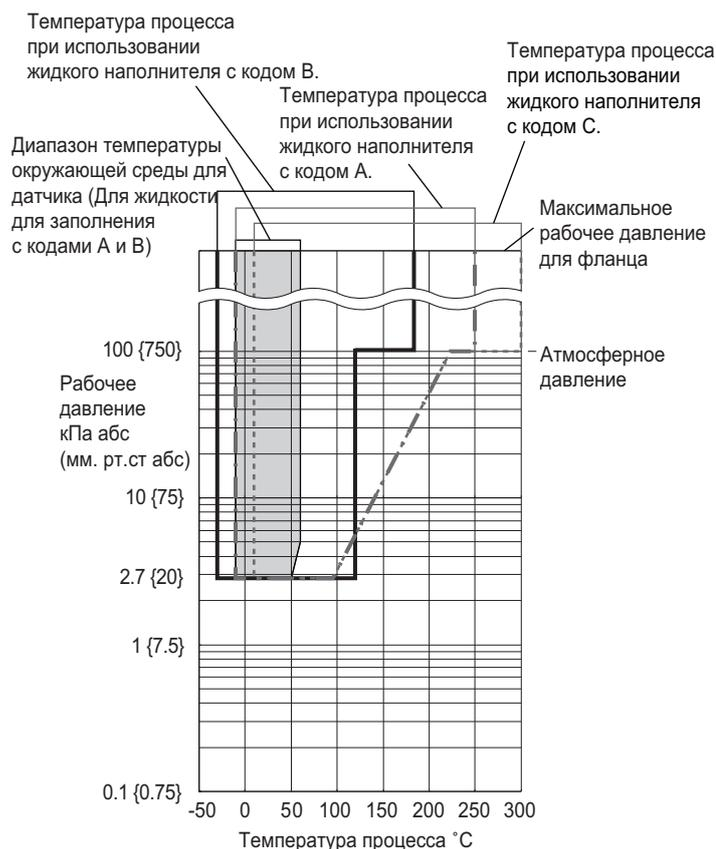

Рисунок 2. Рабочее давление и температура процесса
Относительно атмосферного давления или ниже смотрите Рисунок 2.
*1: См. Рисунок 2: «Рабочее давление и температура процесса».